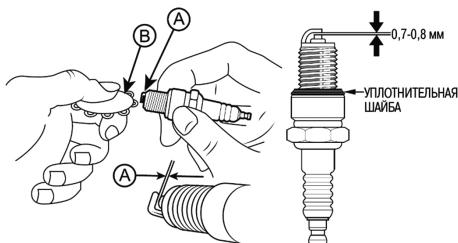

Рис. 23 Проверка зазора между электродами
- Измерьте зазор А между электродами свечи зажигания специальным щупом В. Зазор А должен быть $0,7 - 0,8$ мм (Рис. 23). При увеличении или уменьшении требуемого зазора, рекомендуется заменить свечу, так как регулировка зазора может привести к изменению качества искрообразования.